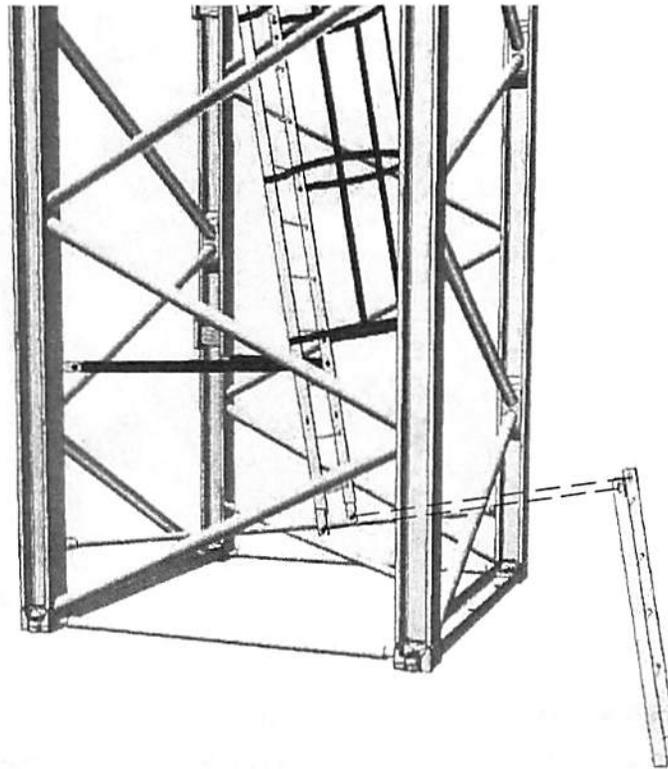

Abb. 3.2.1
- B) Die Elemente der Treppe voneinander trennen (Abb. 3.2.1);